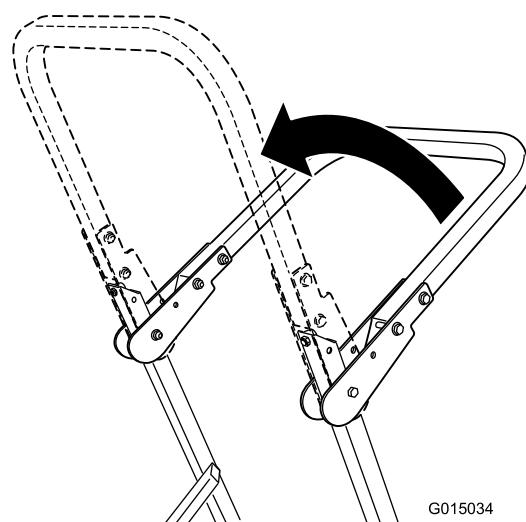

Figura 9
2. Eleve a barra de segurança para a posição superior (Figura 9).